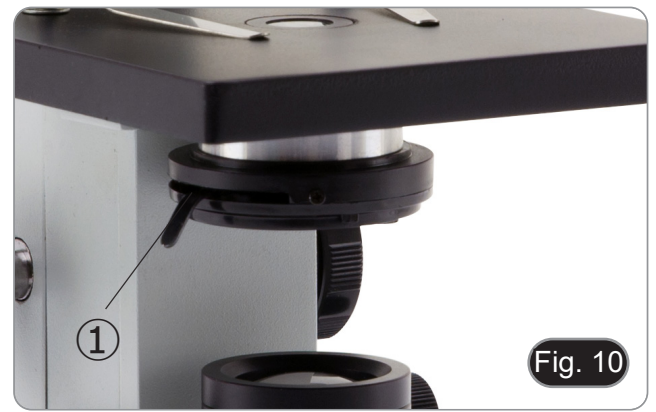

Fig. 10
- Il valore di apertura numerica (A.N.) del diaframma di apertura influenza il contrasto dell'immagine. Aumentando o diminuendo questo valore in funzione dell'apertura numerica dell'obiettivo si variano risoluzione, contrasto e profondità di campo dell'immagine. Spostare la ghiera del diaframma ① (Fig. 10) per ottenere il contrasto ottimale dell'immagine in base alle proprie preferenze.